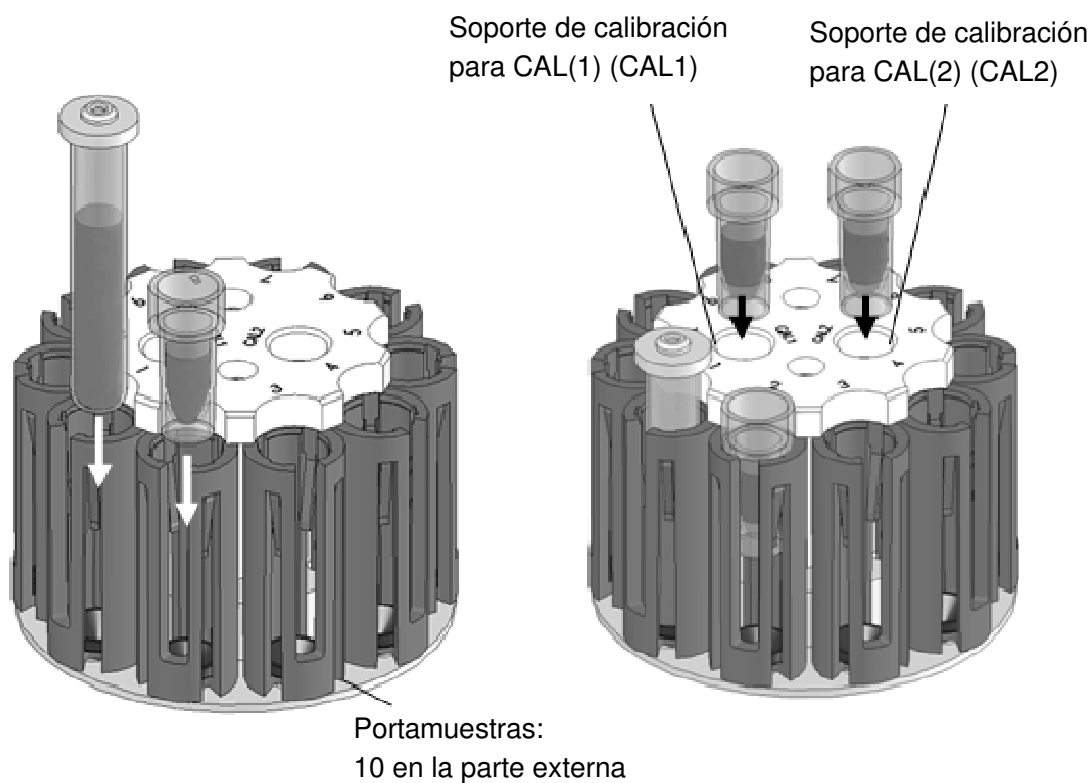

Fig. 3-9 Cómo cargar los calibradores, los vasos para muestras y los tubos primarios
2. El plato giratorio de toma de muestras tiene soportes para calibradores (2 en el centro) y portamuestras (10 en la parte externa). Coloque los calibradores y las muestras como se muestra en la Fig. 3-9.